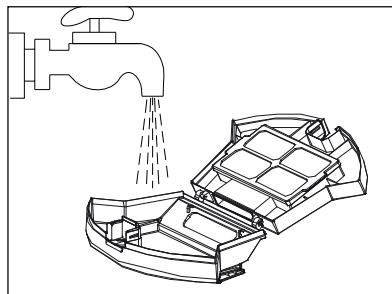

Fig. 12
- 6) Limpie el depósito de polvo 14 y el filtro integrado con agua fría o templada (consulte la fig. 12). Deje que el depósito de polvo 14 y el filtro integrado se sequen completamente al aire antes de volver a montar el depósito de polvo 14 en el aparato.